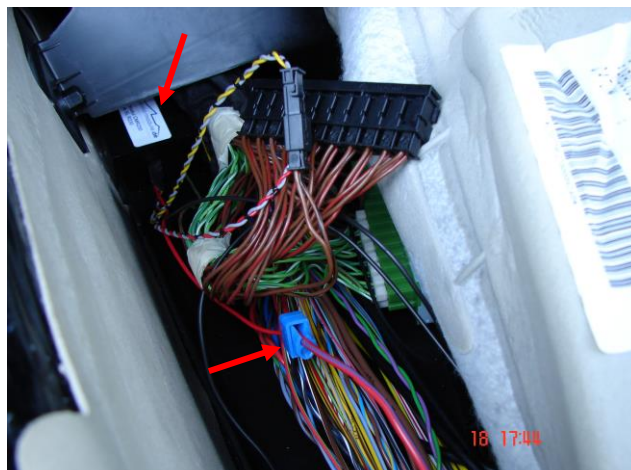

Bild 6: Anschluß +12V, Modulposition
4. Teppich hochklappen und Kabelkanal öffnen, der Deckel ist hinten zweimal gerastet (Bild 6)
8. rotes Kabel (+12V) mit dem Quetschverbinder an das **rot/lila (rotes Kabel mit lila Streifen)** Kabel im Kabelbaum anklemmen (Bild 6)